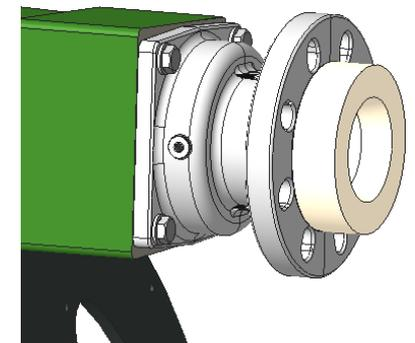

Figure 15. - Assemblé avec insert
3. Retirez la (les) contre-bride(s) - voir Figure 15.